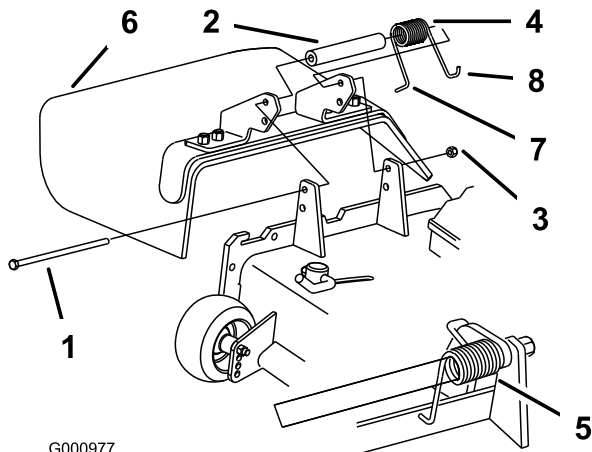

Figura 36
- Retire a porca de bloqueio, o parafuso, a mola e a cunha que fixam o deflector aos apoios de articulação (Figura 36). Se o deflector de relva estiver danificado ou gasto, retire-o.
Nota: Certifique-se de que a extremidade em L de mola está montada por trás da extremidade da plataforma antes de colocar o parafuso como apresentado em Figura 36.
- Coloque o parafuso e a porca. Coloque a extremidade em gancho J da mola em torno do deflector de relva (Figura 36).